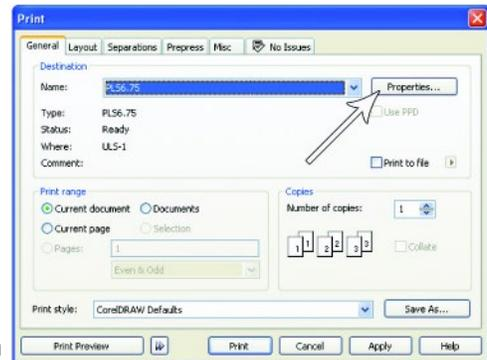

Abb. 4
2. Wenn Sie die Datei zur Bearbeitung an das Lasersystem schicken möchten, klicken Sie auf DATEI und dann auf DRUCKEN. Vergewissern Sie sich, dass das Lasersystem in der Auswahlliste ZIELNAME aufscheint, und klicken Sie dann auf EIGENSCHAFTEN (Abb. 4), um die Druckereinstellungen des Lasersystems (Abb. 5) zu erhalten.
7. Das vorherige Fenster erscheint wieder. klicken Sie nun auf das Feld DRUCKEN (Abb. 4).